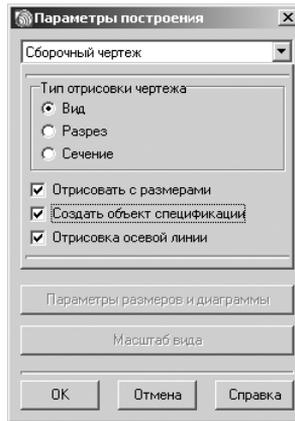

Рис. 4.82. Диалоговое окно **Параметры построения** с типом чертежа – **Сборочный чертеж**
- щелкните в раскрывшемся списке типов чертежа по пункту **Сборочный чертеж**. Изменится содержимое диалогового окна **Параметры построения**, см. рис. 4.82;